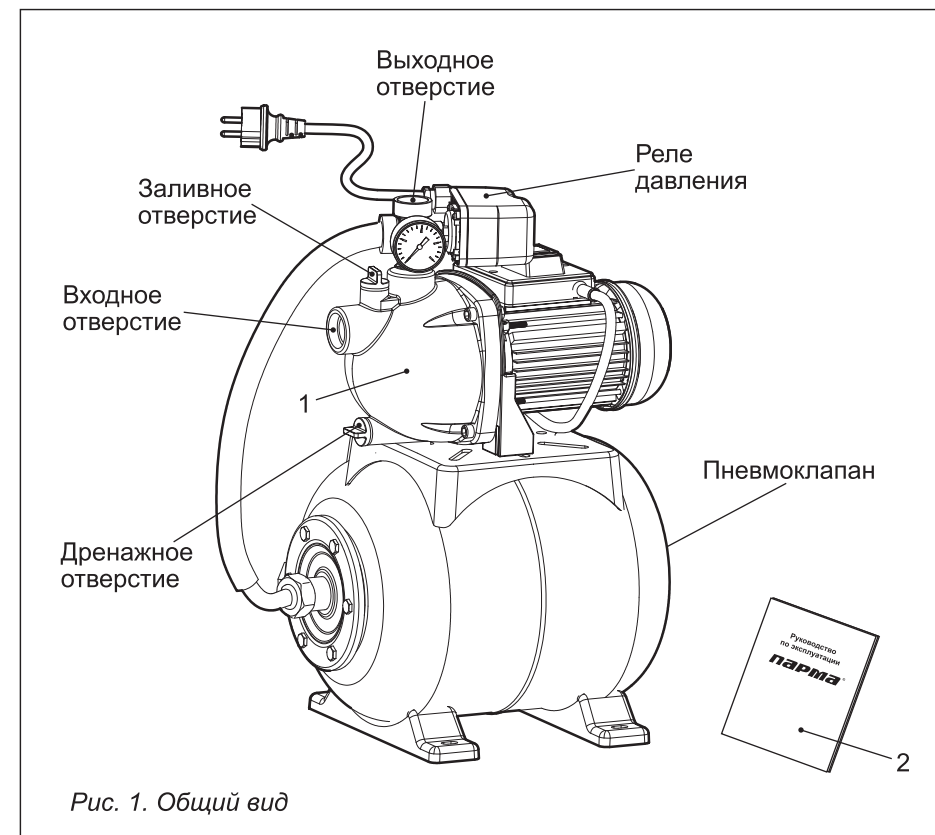

Рис. 1. Общий вид
- Всасывающий трубопровод должен быть герметичным, прокладываться с поднимающимся уклоном к насосу (рис. 1).